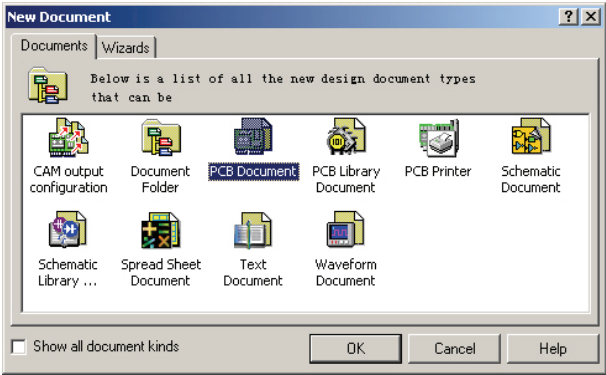

图 5-37 “New Document”对话框
- 2) 进入设计管理器后，接着在设计管理器环境下选择“File”→“New”命令，系统将弹出“New Document”对话框，如图 5-37 所示。选择“PCB Document”图标，单击“OK”按钮。